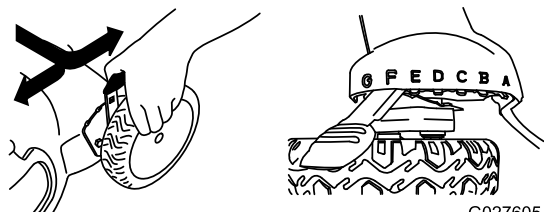

Figure 13
**Remarque:** Pour élever la machine, déplacez les 4 leviers de hauteur de coupe en avant ; pour abaisser la machine, ramenez les leviers en arrière (Figure 13).